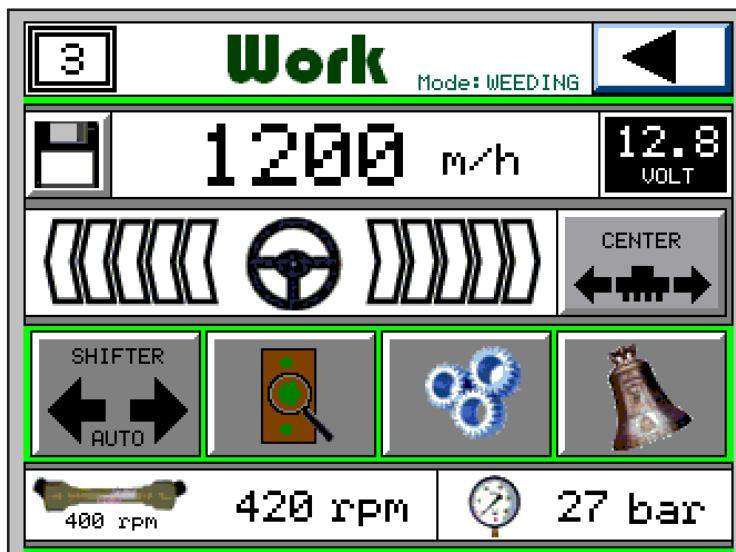

Fig. 1
Pulsando (D) se regresa a la página principal del menú trabajo (Fig.1).
Premendo  (Fig. 1) si accede alla pagina di regolazione della sensibilità dei lettori infrarossi (Fig. 2).